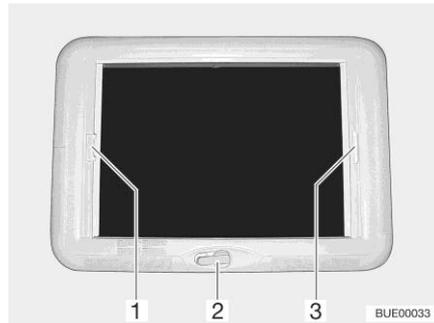

Fig. 126 Claraboya de manivela
- Girar la manivela (Fig. 126,2) hasta que se note resistencia.
- Tirar del tirador (Fig. 126,3) del estor plegable y soltarlo en la posición deseada. El estor plegable se queda fijo en esta posición.
- Tirar del tirador (Fig. 126,1) de la protección contra insectos hacia el tirador opuesto del estor plegable (Fig. 126,3) y hacerlos engatillar.
- Presionar el tirador de la protección contra insectos (Fig. 126,1) por la parte de atrás hacia arriba y desengancharla del estor plegable (Fig. 126,3).